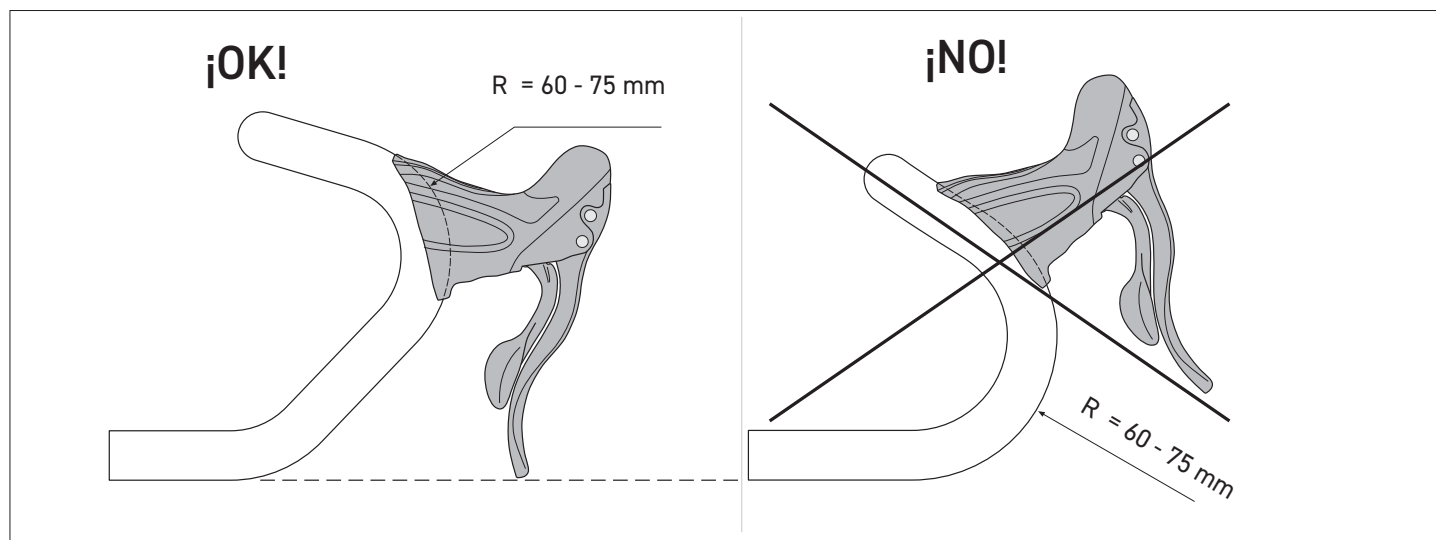

Fig.1
- No aloje la parte superior del mando en el tramo recto del manillar (Fig. 1).
- Aloje el mando en el tramo curvo con $R = 60 - 75$ mm y diámetro = 23,8 - 24,2 mm (incluida la posible ovalización) para garantizar una fijación correcta más eficaz (Fig. 1).